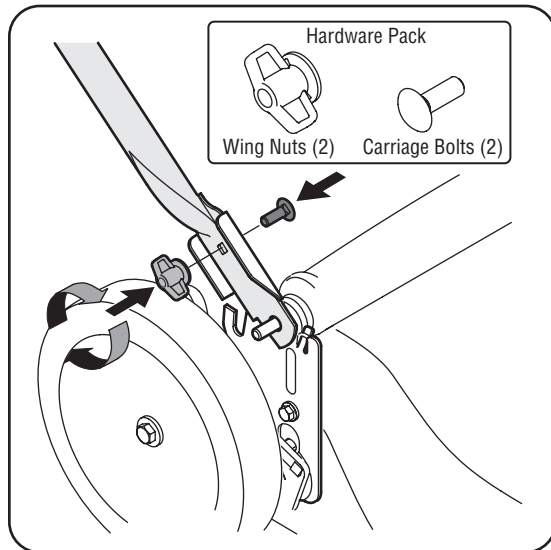

Figura 3-2
2. Inserte el bulón de carro del paquete de hardware en el orificio superior en el soporte de montaje de la manija. Sujete con una tuerca plástica de mariposa, que también se incluye en el paquete de hardware. Vea la figura 3-2. Repita del otro lado con los elementos restantes del paquete de hardware.